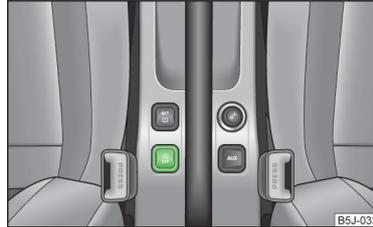

Abb. 99
- › Die Symboltaste  » Abb. 99 drücken.